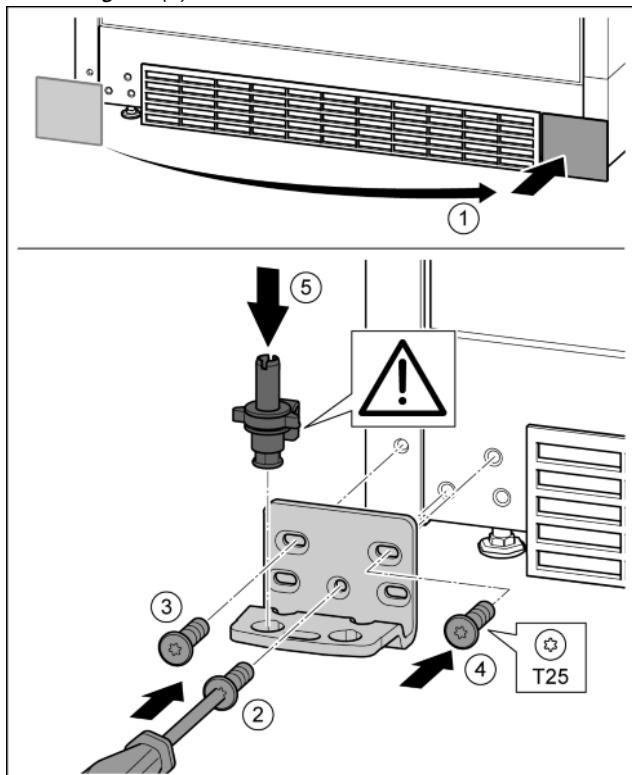

Fig. 17
- ▶ Снять крышку и поставить с другой стороны. Fig. 17(1)
- ▶ Установить опорный кронштейн с другой стороны и прикрутить с помощью отвертки T25. Начинать с винта 2 в центре. Fig. 17(2)
- ▶ Затянуть винты 3 и 4. Fig. 17(3, 4)
- ▶ Снова установить опорный палец в сборе. При этом следить за тем, чтобы выступ фиксатора был направлен назад. Fig. 17(5)